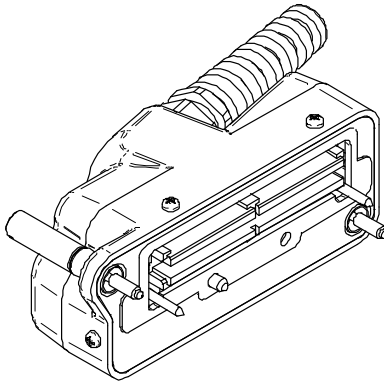

Abbildung L-3 Evident Stecker für den Wirbelstrom-Array-Sensor
- mit dem Evident Stecker für den Wirbelstrom-Array-Sensor (siehe Abbildung L-3 auf Seite 188)